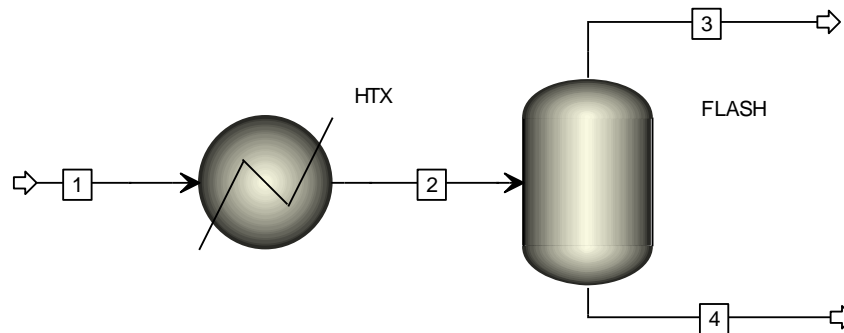

Figure 1 : Schéma (flowsheet) de l'exercice 1
- Reliez les blocs comme indiqué à la figure 1. Attention à bien sélectionner les flèches rouges du schéma pour que le lien entre le flux et le bloc soit bien établi.